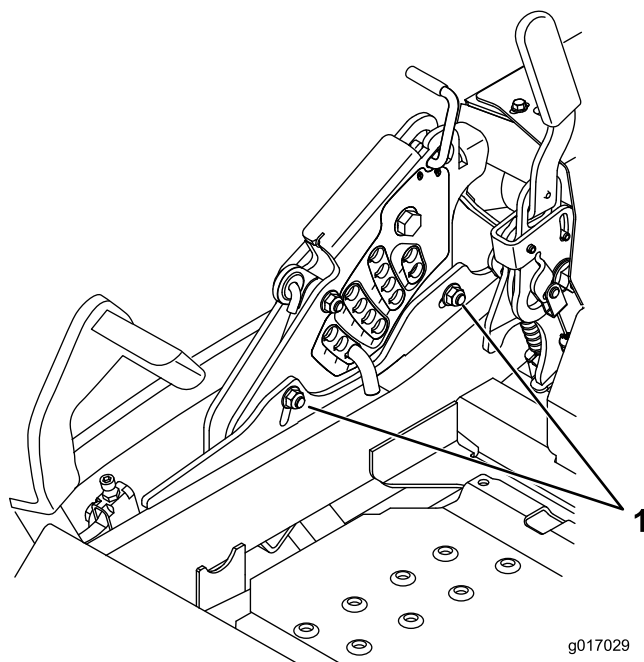

Figure 87
12. Pour régler le système monopoint, desserrez les 2 boulons au bas de la plaque de hauteur de coupe (Figure 87).
14. Serrez les 2 boulons au bas de la plaque de hauteur de coupe (Figure 87).